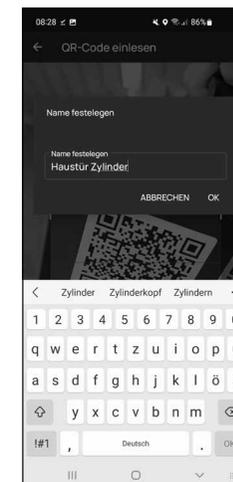

Fig. 6
- 7 Nella finestra successiva verrà chiesto un nome per il cilindro. Quando si utilizzano più cilindri e componenti secuENTRY, si consiglia di nominare il cilindro in modo tale da poter vedere immediatamente di cosa si tratta e dove si trova o è fissato il cilindro. Nell'esempio di questo manuale, il cilindro è stato intitolato "Haustür Zylinder" (Cilindro portone di casa). Conferma il nome con "OK" (Fig. 6).